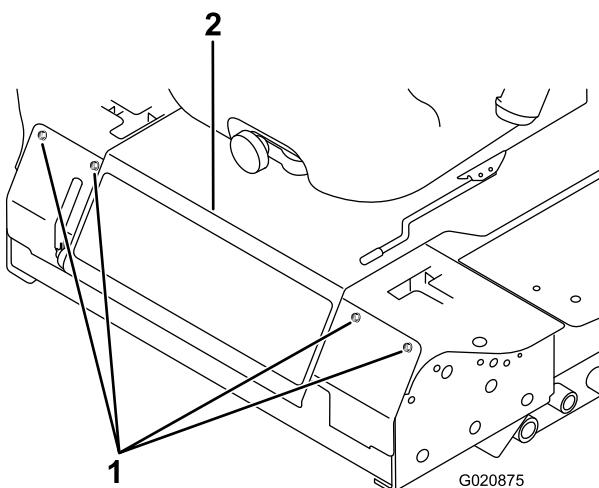

Figura 59
3. Retire os parafusos que fixam o painel dianteiro e retire o painel (Figura 59).